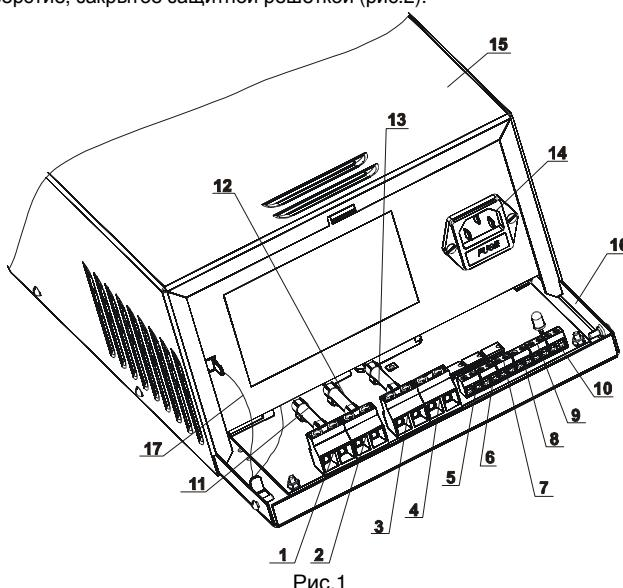
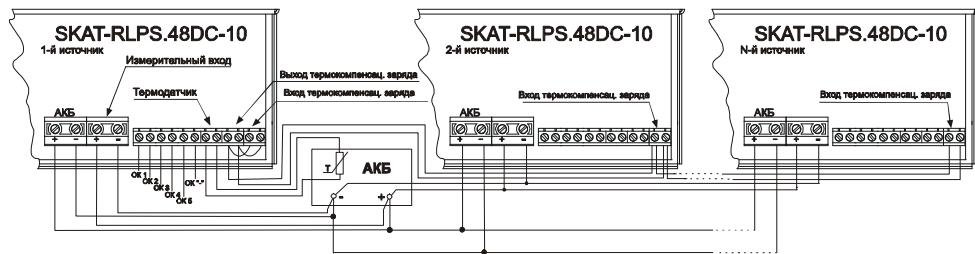

Рис.1
Рис.6
Источник размещен в металлическом корпусе, состоящем из днища, кожуха основного и кожуха монтажного отсека. Кожух основной скрывает радиоэлементы, не требующие обслуживания при эксплуатации источника, под кожухом монтажного отсека расположены элементы коммутации и защиты (рис.1), которые размещены на печатной плате.
В источнике реализована возможность управления термокомпенсацией заряда АКБ. При использовании одного источника входы и выходы термокомпенсации (колодки 9 и 10 рис.1) должны быть замкнуты перемычками (заводская установка). При использовании нескольких источников выход термокомпенсации источника, к которому подключен термодатчик, должен быть соединён с входами термокомпенсации остальных источников (см. рис.6).
Снимите кожух монтажного отсека поз.18 рис.1 для доступа к элементам коммутации и защиты.
- ◆ При параллельном подключении нескольких источников к одной АКБ с целью увеличения тока заряда АКБ для корректной работы температурной компенсации напряжения заряда произведите каскадирование источников согласно рис.6.
При подключении нескольких источников к одной АКБ необходимо руководствоваться схемой, приведённой на рис.6. Подключение по такой схеме увеличивает ток заряда АКБ, при этом для питания нагрузкой рекомендуется использовать выходы источников (**«Выход1»** и **«Выход2»**). При необходимости питания мощной нагрузки (с максимальным током до 63А) рекомендуется подключать источники по схеме приведённой в приложении А, с использованием блока «БКА-У/63».